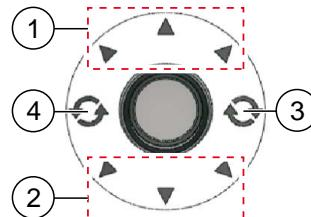

Abb. 3: Joystickfunktionen
- Vorwärts- / Rückwärts Abb. 3 (1,2)
- Drehbereiche Abb. 3 (3,4)
- In den Bereichen für Vorwärts- (1) oder Rückwärtsbewegung (2) kann der Caravan stufenlos in die gewählte Richtung bewegt werden.